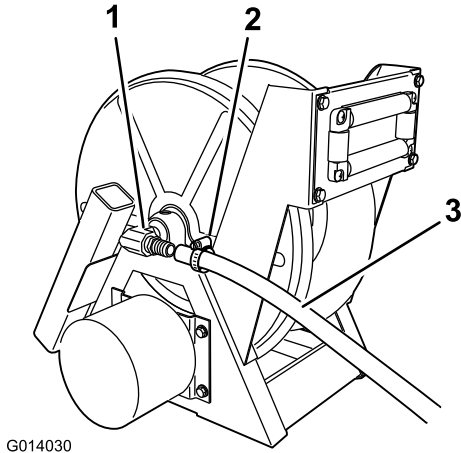

图11
3. 将软管端安装在软管卷总成药缸一侧的直角宝塔接头上（图11）。